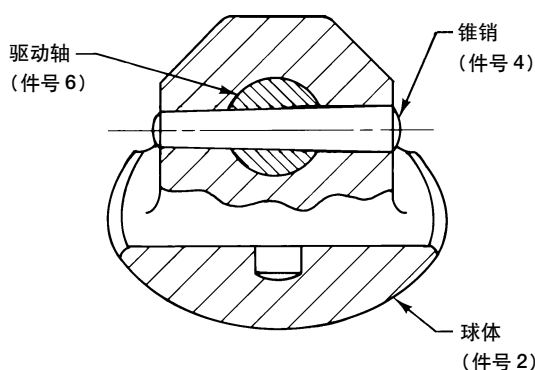
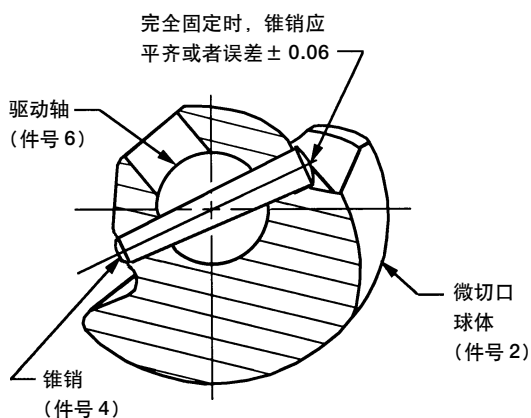

图 19. 尺寸为 1、1-1/2 与 2 英寸、V150、V200 和 V300 型
图 20. 尺寸为 1 英寸、V150、V200 和 V300 型
1. 在 1-、1-1/2 和 2 英寸阀及 1 英寸金属微切口阀门（图 20）中都使用一个锥销（图 19 件号 4）。
7. 将锥销插入球体和驱动轴中，如图 19 和 20 所示。锥销的小端必须插入球体吊耳（或者对微切口结构就是球体）大孔侧和插入驱动轴的大孔侧。
对 1-、1-1/2 和 2 英寸阀门，锥销（图 19）不需要焊接。